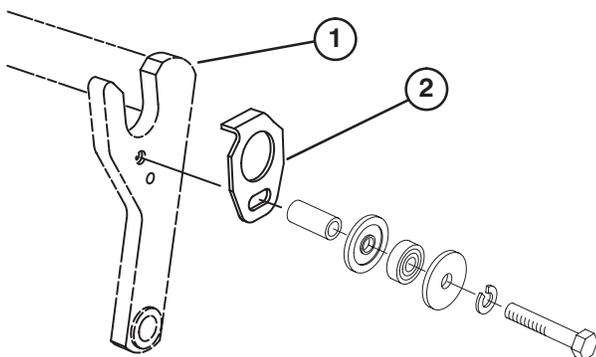
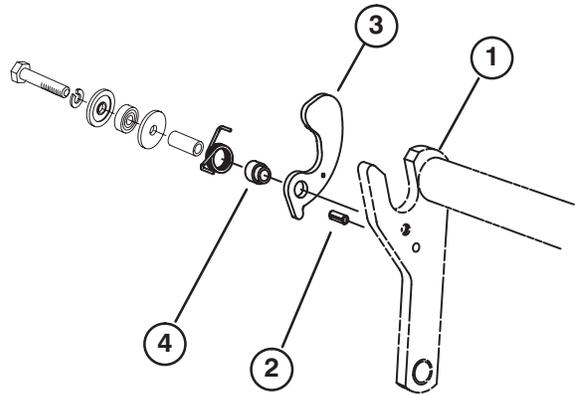
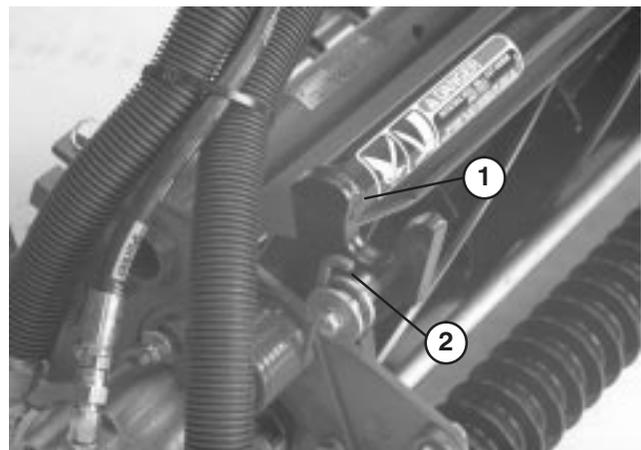

Figura 6
Figura 7
Figura 8
4. Monte una guía de recogehierbas (Fig. 6) en el lado correspondiente de cada bastidor de tiro (ver Figura 7) con un tornillo de caperuza (5/16 x 1-3/4 pulgadas), arandela plana, y arandela de freno o los herrajes anteriormente retirados, según muestra la Figura 6.
6. En el mismo lado del bastidor de tiro que el pasador cilíndrico, monte un soporte de recogehierbas con un tornillo de caperuza (5/16 x 1-3/4 pulgadas), una arandela de freno, una arandela plana, un muelle de torsión, un collar de recogehierbas, o los herrajes anteriormente retirados, según muestra la Figura 7. Los muelles de torsión son diferentes para los lados izquierdo y derecho de los bastidores de tiro. Hay dos muelles a izquierda y 3 a derecha. La pata más larga del muelle debe estar hacia adelante, según muestra la Figura 8.